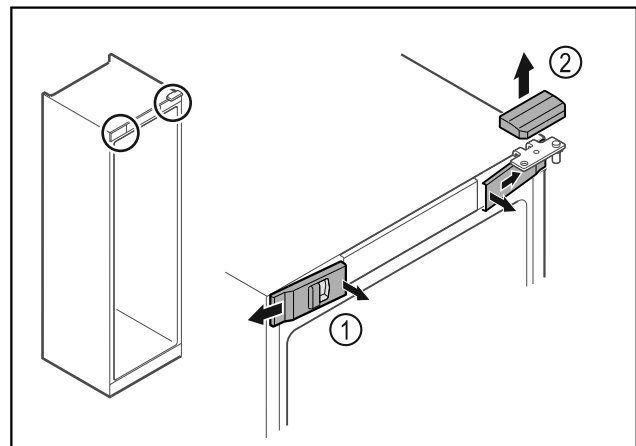

Fig. 7*
- ▶ Pattintsa ki belül az elülső burkolatokat Fig. 7 (1), és tegye félre.*
- ▶ Vegye le felfelé a felső burkolatot Fig. 7 (2).*